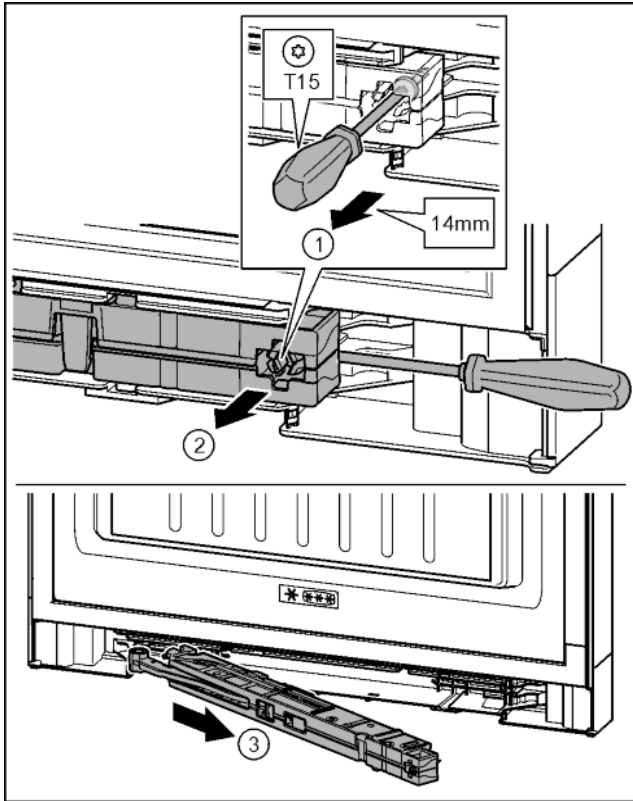

Fig. 20
- A záráscsillapító egységnél T15 csavarhúzóval kb. 14 mm mm-rel engedje ki a csavart. Fig. 20 (1)
- A fogantyú oldalán csavarhúzóval nyúljon a záráscsillapító egység mögé. Forgassa előre az egységet. Fig. 20 (2)
- Húzza ki az egységet. Fig. 20 (3)